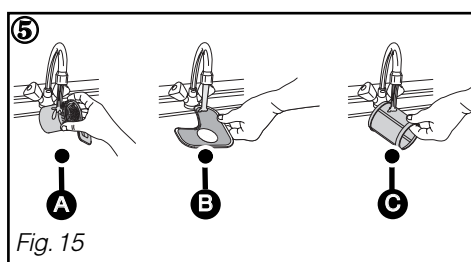

Fig. 15
② Dévissez d'un quart de tour le filtre à déchets puis le retirer **A**.
③ Retirez le filtre principal **B**.
④ Retirez le tamis micro filtre **C**.
⑤ Nettoyez soigneusement les filtres **A**, **B** et **C** sous l'eau courante (Fig. 15).